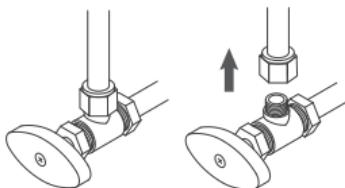

Figura 2
2. Cierre el suministro de agua. Retire la manguera del grifo. (Figura 2)
2. Chiudere l'approvvigionamento idrico. Rimuovere il tubo del rubinetto. (Figura 2)